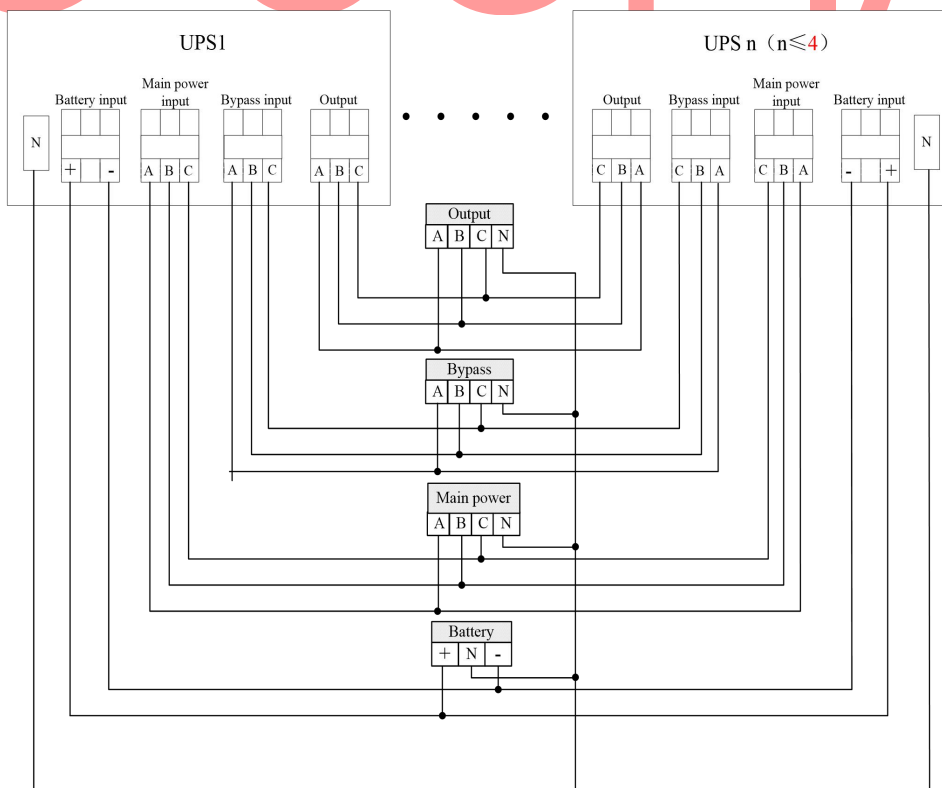

Figura 4.1 Conexión Gráfica de Máquinas en paralelo (Con banco de baterías en común)
1. Conecte la entrada de alimentación principal, la entrada de bypass, la salida y la batería de la UPS que se encuentre disponibles para el sistema paralelo según la figura 4.1 Y luego conecte a la alimentación principal, bypass, batería y carga.